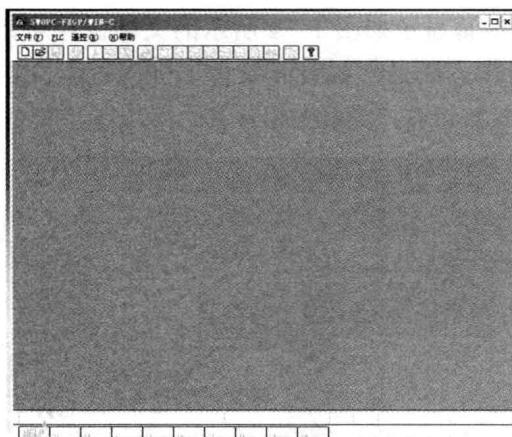

图 1—1 软件窗口
(1) 启动 FXGP-WIN-C 软件。双击桌面图标 ，打开的 SWOPC-FXGP/WIN-C 窗口如图 1—1 所示。